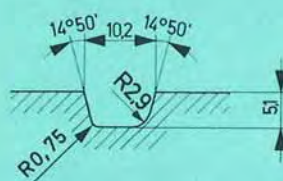

Abb. 4
zusammengesetzt aus ① Abb. 4; 5